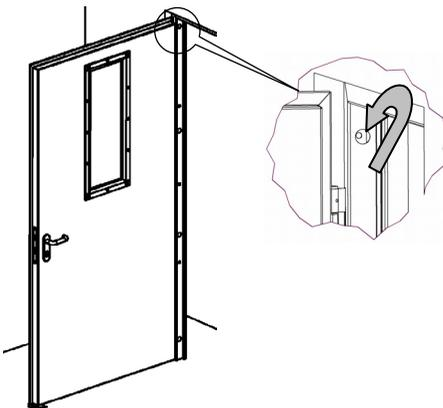

Abb. 123: Einfüllöffnung in der Zarge für Mörtel (Bandseite vertikal)
3. Durch die oberste Bohrung (siehe Abb. 123) jeweils auf der Band- und auf der Schlossseite Mörtel bis zur vollständigen Füllung einfüllen.